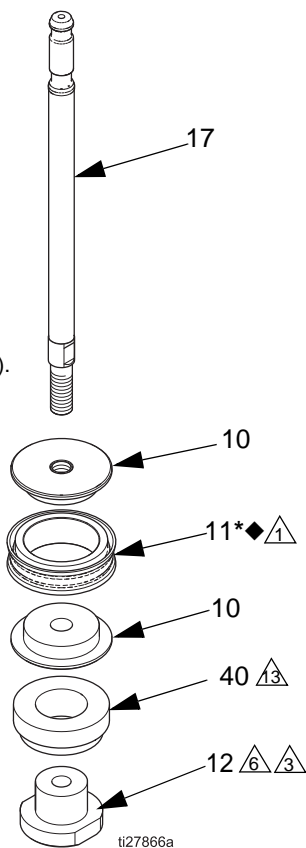

FIG. 2. Smontare o montare il pistone (Solo modelli da 1000 cc, 1500 cc e 2000 cc)
Posizionare le due metà del pistone (10) intorno alla tenuta del pistone (11*◆) e farle scattare in posizione insieme. Vedere FIG. 2, pagina 7.